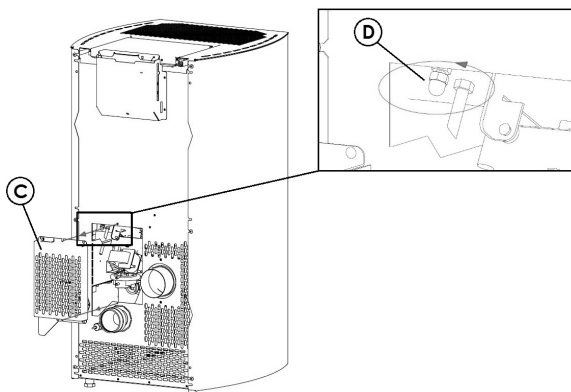

Fig. 33 - Abnehmen der Inspektionsabdeckung
- Inspektionsabdeckung "C" auf der Rückseite des Ofens abbauen (siehe **Fig. 33**).